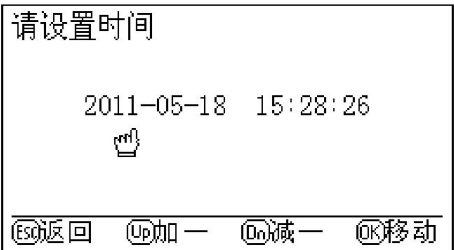

图 18
4.7 在图 2 所示的界面下，若选择时间设置操作，将出现时间设置界面，如图 18，此时可对系统时间进行修正。